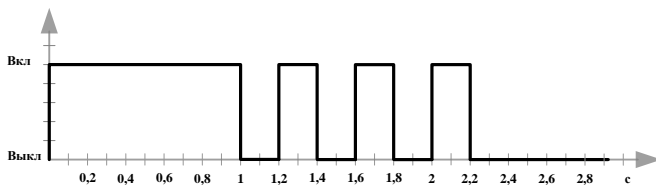
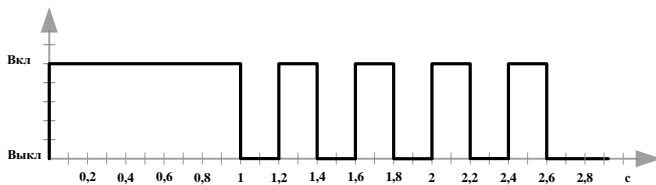

Рис. 4. Индикация режима смены сервисного кода пользователей
Рис. 5. Индикация режима смены сервисного кода охраны
- 4. Ввод символа "\*" (звёздочка). При успешном переключении в режим смены сервисного кода светодиод, при смене сервисного кода пользователей, мигнёт 4 раза (рис. 4), а при смене сервисного кода охраны – 5 раз (рис. 5);